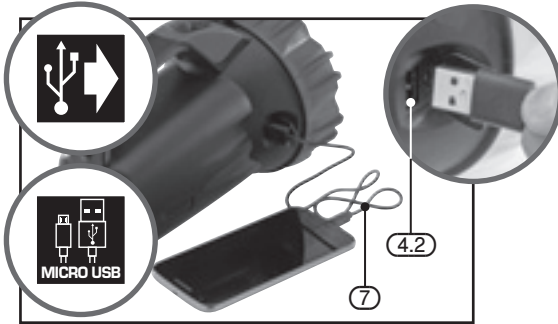

FIG.4
8.4 USB POWER TAKE OFF – FIG. 4